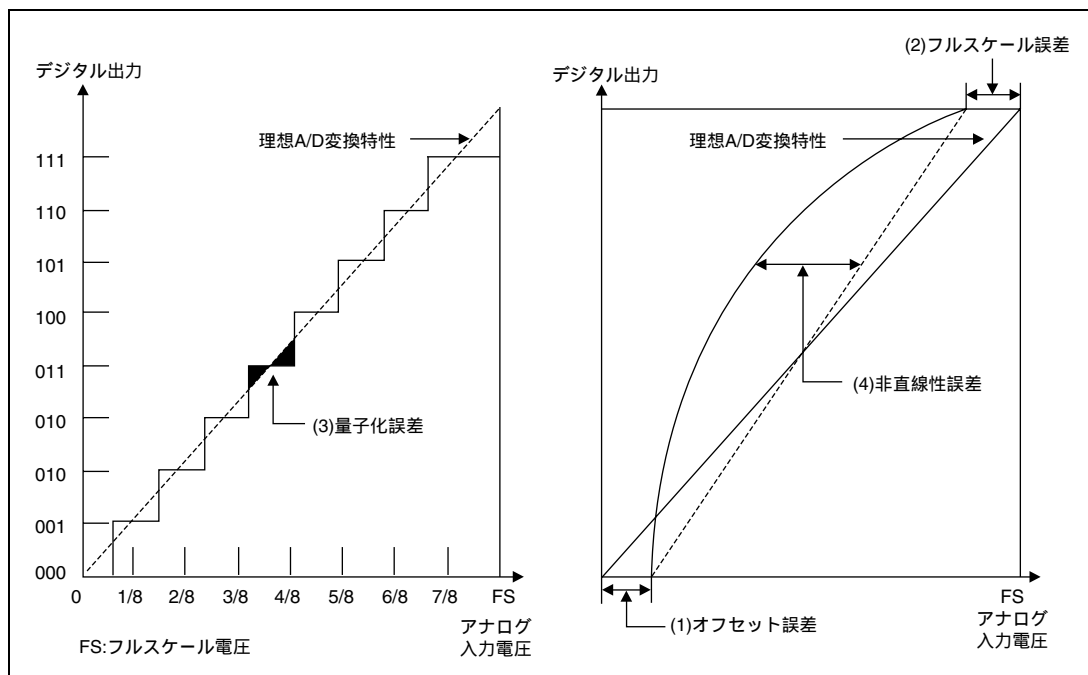

図 38.5 A/D 変換精度の定義
(1) オフセット誤差
デジタル出力値が最小値 (ゼロ電圧) 000000000 (図では 000) から 000000001 (図では 001) に変化するときの、実際の A/D 変換特性と理想 A/D 変換特性との偏差です (図 38.5 (1))。
(2) フルスケール誤差
デジタル出力値が 111111110 (図では 110) から最大値 111111111 (図では 111) に変化するときの、実際の A/D 変換特性と理想 A/D 変換特性との偏差です (図 38.5 (2))。
(3) 量子化誤差
A/D 変換器が本質的に有する誤差であり、1/2LSB で表されます (図 38.5 (3))。
(4) 非直線性誤差
ゼロ電圧からフルスケール電圧までの間の実際の A/D 変換特性と理想 A/D 変換特性との偏差です。ただし、オフセット誤差、フルスケール誤差、量子化誤差は含みません (図 38.5 (4))。